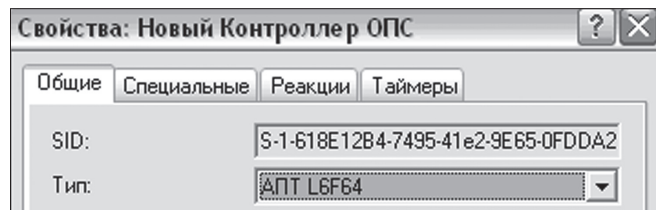

Рисунок 7
2. Настройте контроллер. Убедитесь, что указан верный тип: **АПТ L6F64** (Рисунок 7)